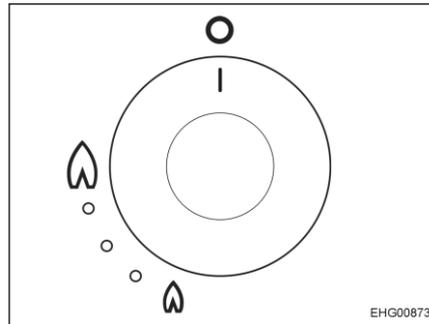

Fig. 127 Regulador giratorio para los quemadores de cocina de gas
- Hundir el regulador giratorio (Fig. 127) del quemador deseado y girarlo en sentido contrario a las agujas del reloj a la posición de encendido (llama alta). En los modelos con encendido automático, se generan chispas de encendido que inflaman el gas que se escapa.